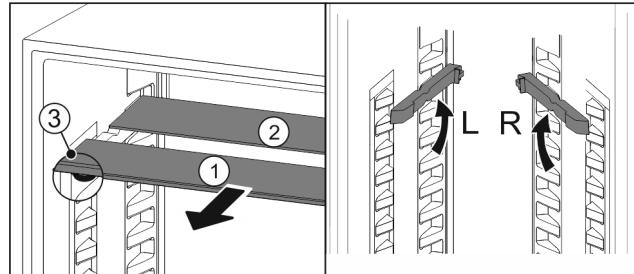

Fig. 76
- Extrageți Fig. 76 (1) pe rând plăcile de sticlă spre înainte.
- Placa de sticlă Fig. 76 (1) cu șipca decorativă se află în față.
- Opritoarele Fig. 76 (3) indică în jos.